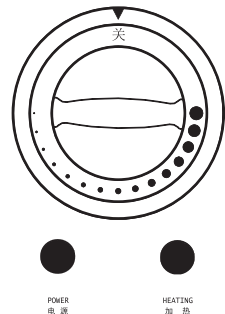

图 9
- ◆ 热水器的设定水温可在 30~75℃ 之间任意调节。如图 9 所示，顺时针方向旋转调温旋钮为升温，反时针方向旋转调温旋钮为降温。